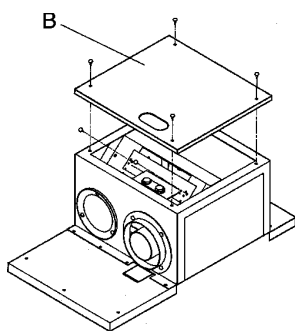

Рис. 3.14
- Отвинтите 4 крепежных винта и снимите крышку (В) с герметичной камеры (рис. 3.14)